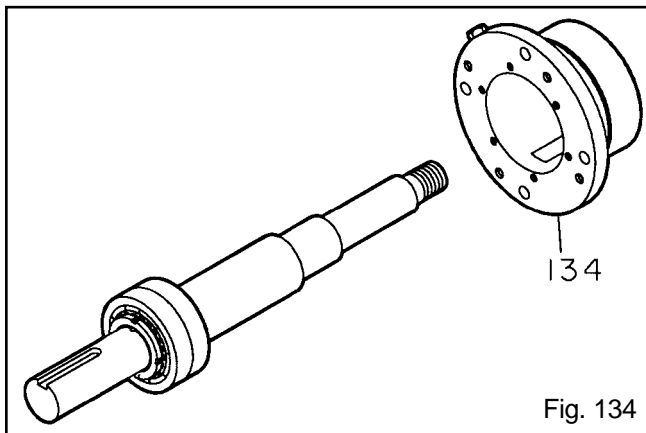

Fig. 134
- Recubra con aceite la parte de afuera del cojinete exterior (112A) y el orificio de la caja del cojinete (134).
- Instale la caja del cojinete (134) sobre el conjunto del eje/cojinete (Fig. 134).